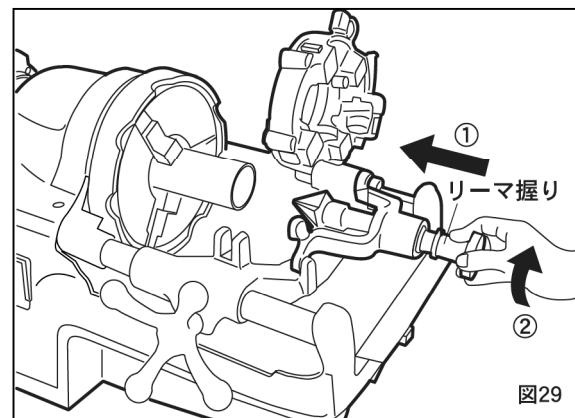

図29
## 12. 面取り（図29、30）
①ダイヘッドとカッタをおこしてください。
②リーマをたおして、往復台にセットしてからリーマ握りを押して図29-①のようにリーマを突きだします。
③握りを反時計方向に回してホルダーにセットします。
（図29-②）